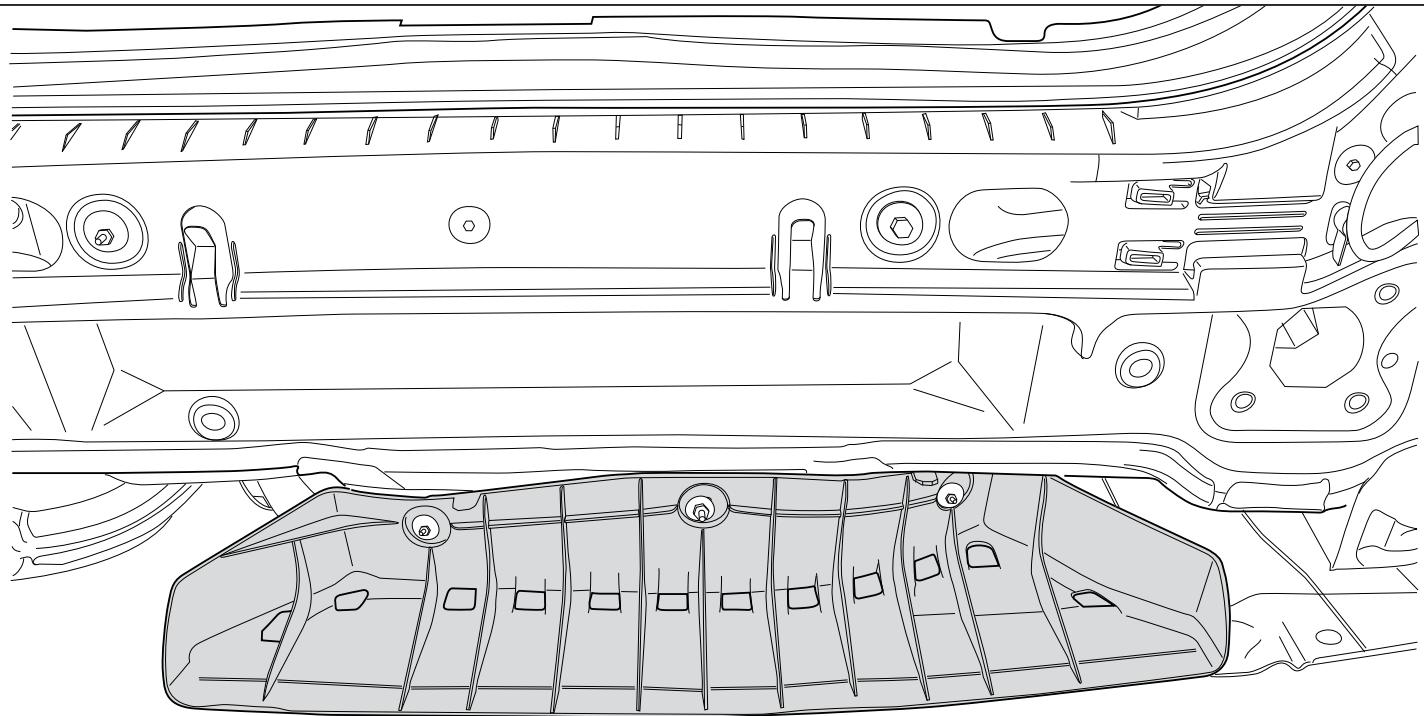

Fig.2
- Снять пластмассовый защитный колпак. См. рисунок 2.